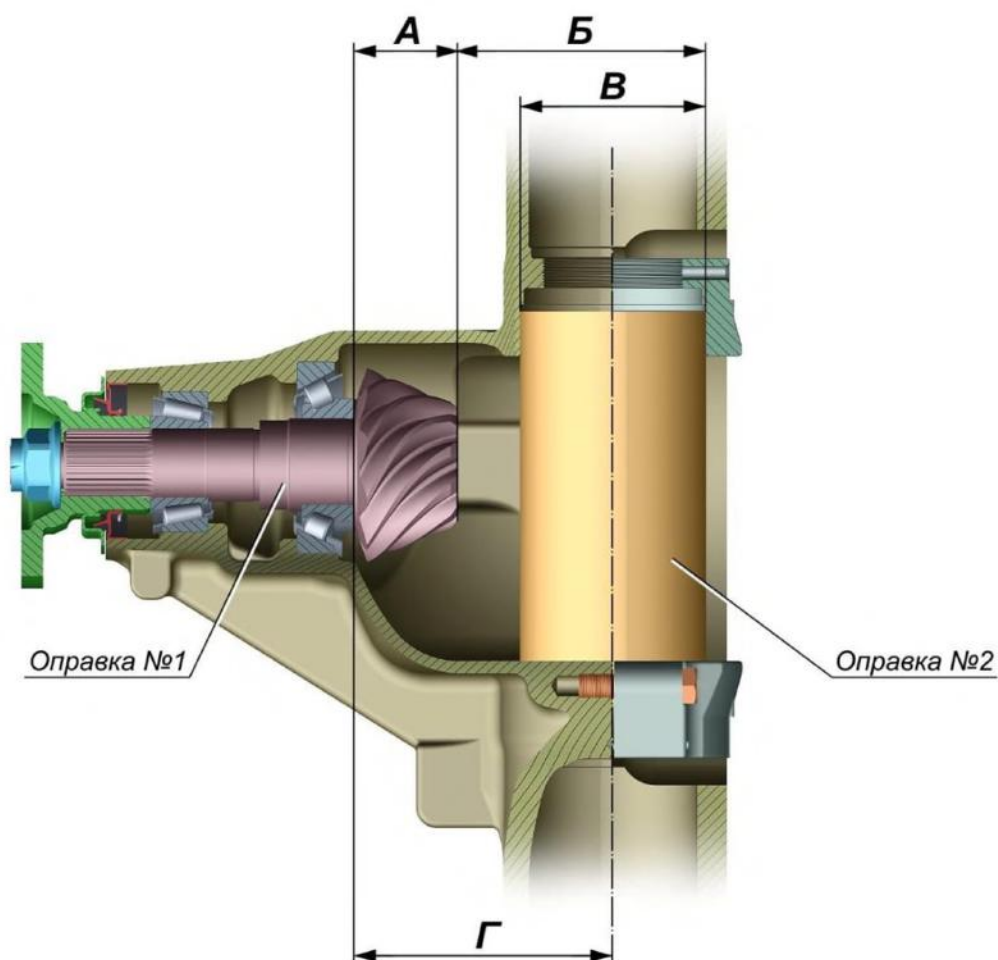

Рис. 3.66. Схема регулировка положения ведущей шестерни
- измерить размер Б (рис. 3.66) от заднего торца оправки № 1 до оправки № 2;